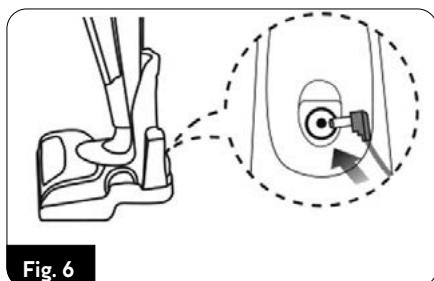

Fig. 6
1. Conectați cablul încărcătorului (17) la priza încărcătorului (20) de pe stația de andocare (Fig.6).